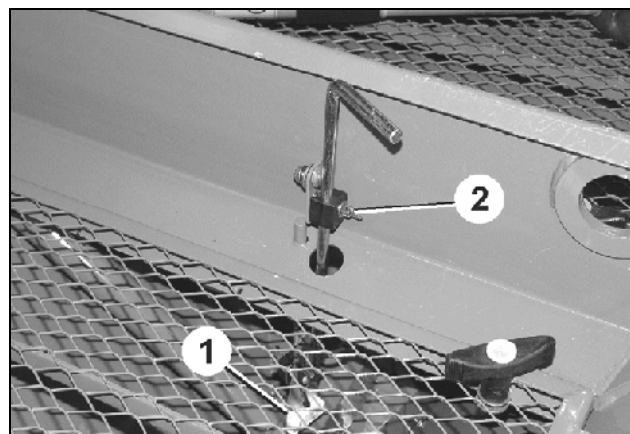

Fig. 108
1. Allentare il dado ad alette (Fig. 108/2).
2. Regolare l'altezza del sensore del livello di riempimento (Fig. 108/1) in base alla quantità residua di semente desiderata.